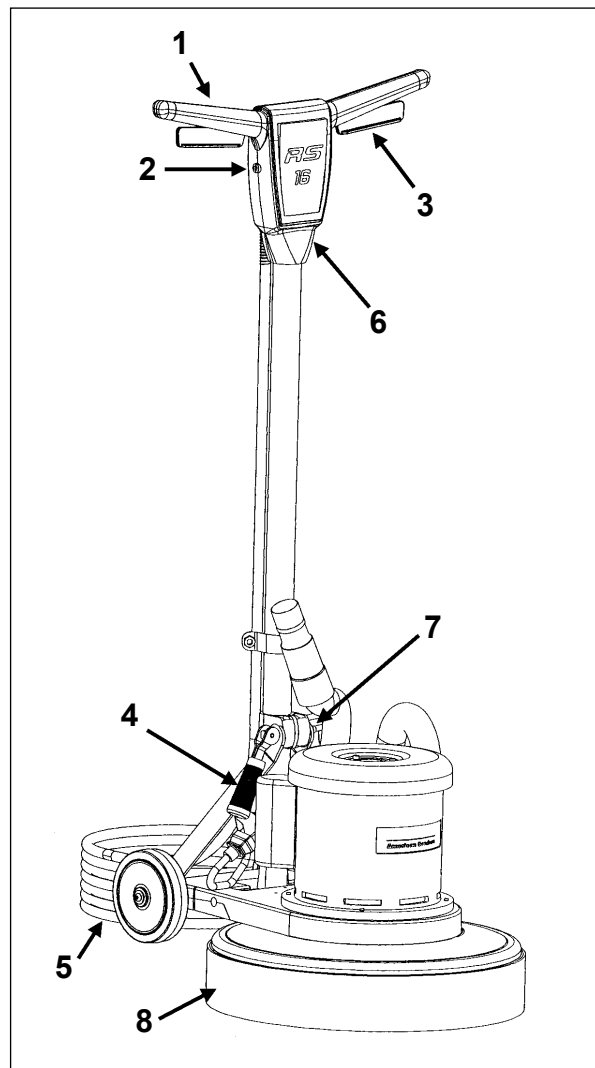

Figure 4
### FONCTIONNEMENT (Figure 4)
**APRÈS UTILISATION (Figure 4)**
1. Placez le poignée de l'opérateur (6) en position verticale et débranchez le câble d'alimentation (5). Enroulez le câble d'alimentation (5) autour des prises de la poignée de l'opérateur (1) et de la pince pour câble (7).
5. Conservez la machine dans un lieu propre et sec, avec la poignée de l'opérateur (6) verrouillée en position verticale.